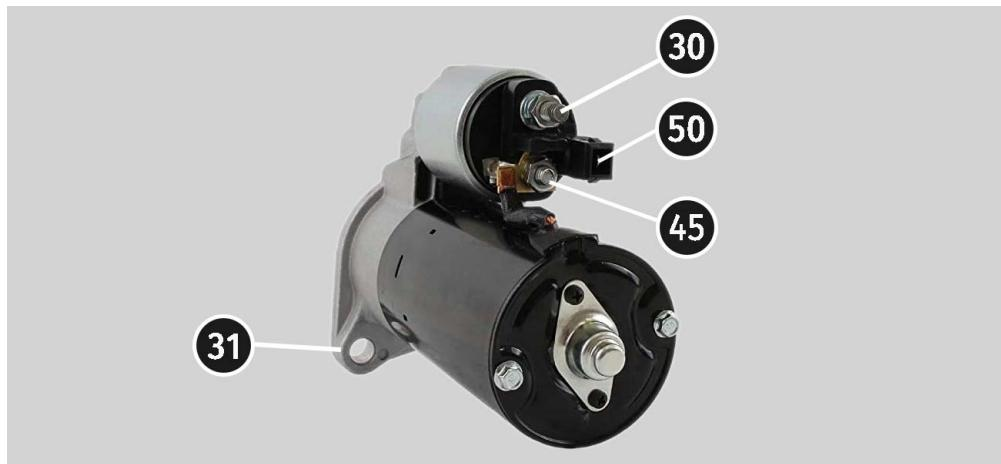

Рисунок 15. Розташування клем на стартері
3. Роз'єм стенда "50" під'єднайте до керуючого виводу соленоїда стартера клема 50, див. рис. 15.
4. Роз'єми стенда K30 і K45 під'єднайте до відповідних клем стартера, див. рис. 15.